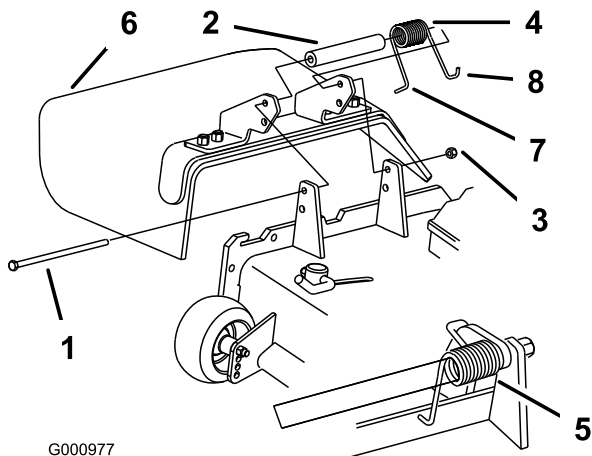

Figure 98
1. Retirez le contre-écrou, le boulon, le ressort et l'entretoise qui fixent le déflecteur aux supports de pivot (Figure 98). Enlevez le déflecteur s'il est endommagé ou usé.
Remarque: Prenez soin de placer l'extrémité en **L** du ressort derrière le bord du tablier avant de mettre le boulon en place, comme indiqué à la Figure 98.
- Remettez le boulon et l'écrou. Accrochez l'extrémité en **J** du ressort au déflecteur d'herbe (Figure 98).